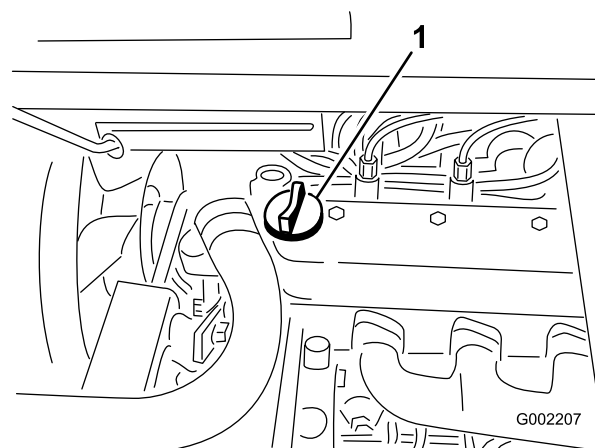

Figura 19
3. Si el nivel de aceite es bajo, retire el tapón de llenado de la cubierta de la válvula (Figura 19) y vierta aceite por el orificio hasta que el nivel llegue a la marca Lleno de la varilla; consulte el tipo y la viscosidad correctos en la sección Mantenimiento del aceite del motor. Añada el aceite lentamente y compruebe el nivel a menudo durante este proceso. No llene demasiado.